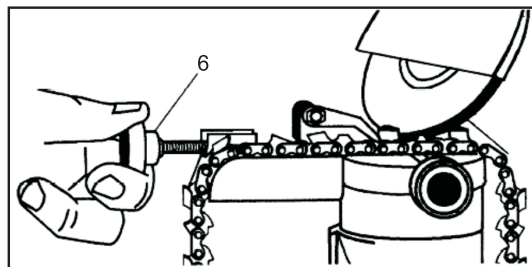
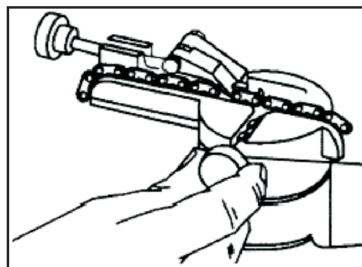
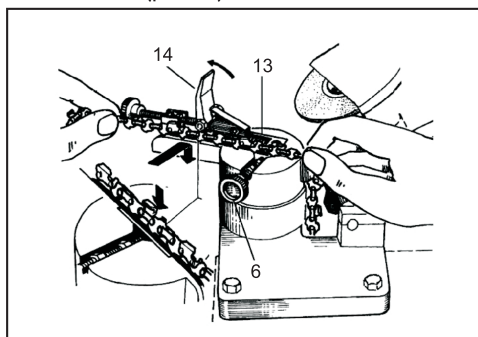

рис.5
рис.6
рис.8
Настройте установочный клин с помощью установочного винта чтобы клин располагался впритык к затачиваемому звену и не давал цепи передвигаться в процессе заточки (рис. 5).
При заточке следующего зуба не обязательно заново регулировать установочный клин. Достаточно установить звено впритык к установочному клину и зафиксировать это положение винтом 6 (рис. 5), не допуская свободного движения цепи в процессе заточки (рис. 6).
вочный клин. Достаточно установить звено впритык к установочному клину и зафиксировать это положение винтом 6 (рис. 5), не допуская свободного движения цепи в процессе заточки (рис. 6).
6.7 Перед подключением электрического станка к питающей сети, убедитесь что выключатель находится в положении "выкл", чтобы избежать непроизвольного включения станка. Установите цепь направляющими звеньями в ручей 13 (рис. 8), как показано на (рис. 8), отведя установочный клин 14 (рис. 8) в сторону и ослабив крепёжный винт 6 (рис. 5).
После установки цепи зафиксируйте это положение винтом 6 (рис.5) и установите клин. Как только цепь будет зафиксирована, выберите необходимый угол заточки от 0 до 30° (вправо/влево) в зависимости от типа цепи. Установите необходимую глубину заточки при помощи ограничителя глубины. После проведения вышеперечисленных настроек, включите станок, переведя выключатель в положение "вкл." и произведите заточку режущего зуба. Изменение угла заточки цепи производится только при выключенном станке. Перед продвижением цепи и заточкой следующего зуба необходимо перевести выключатель в положение "выкл" и дождаться полной остановки абразивного диска. После чего ослабить крепёжный винт 6 (рис. 5) и продвинуть цепь для заточки следующего зуба.